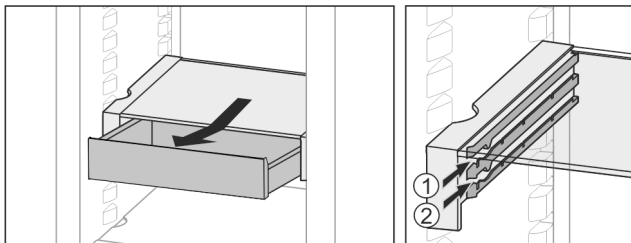

Fig. 29
- ▶ L'insérer à n'importe quelle hauteur Fig. 29 (1) ou Fig. 29 (2).